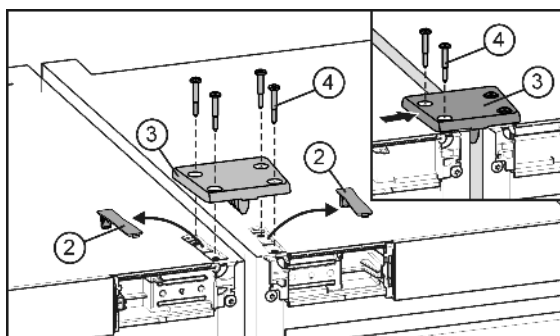

Fig. 5
- ▶ Lossa och ta av täckplattorna Fig. 5 (2).
- ▶ Sätt på förbindelseplattan Fig. 5 (3) och fäst den löst på skåpet med två skruvar Fig. 5 (4).